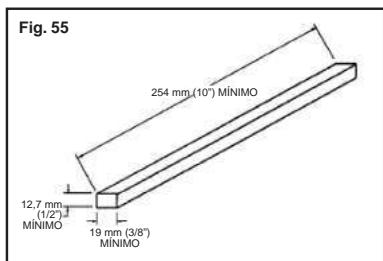

Fig. 55
**IMPORTANTE:** No desarrolle operaciones de canteado en materiales menores a 254 mm (10") de largo, 19 mm (3/4") de angosto o 12,7 mm (1/2") de grueso, Fig. 55.